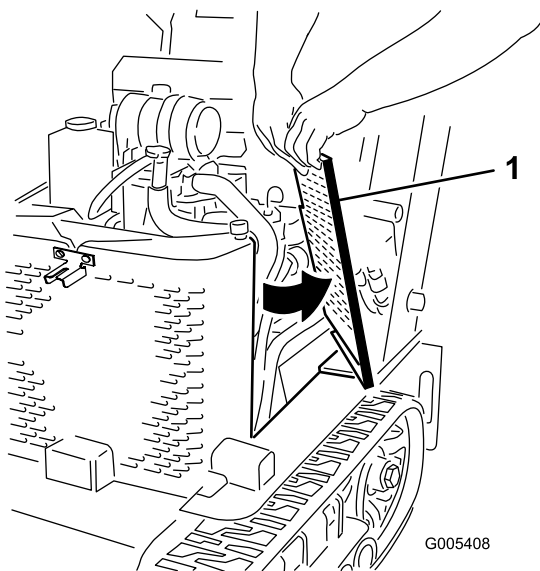

Figura 31
2. Deslice las rejillas laterales (Figura 31) hacia arriba y retírelas de las ranuras de la rejilla delantera y del bastidor.